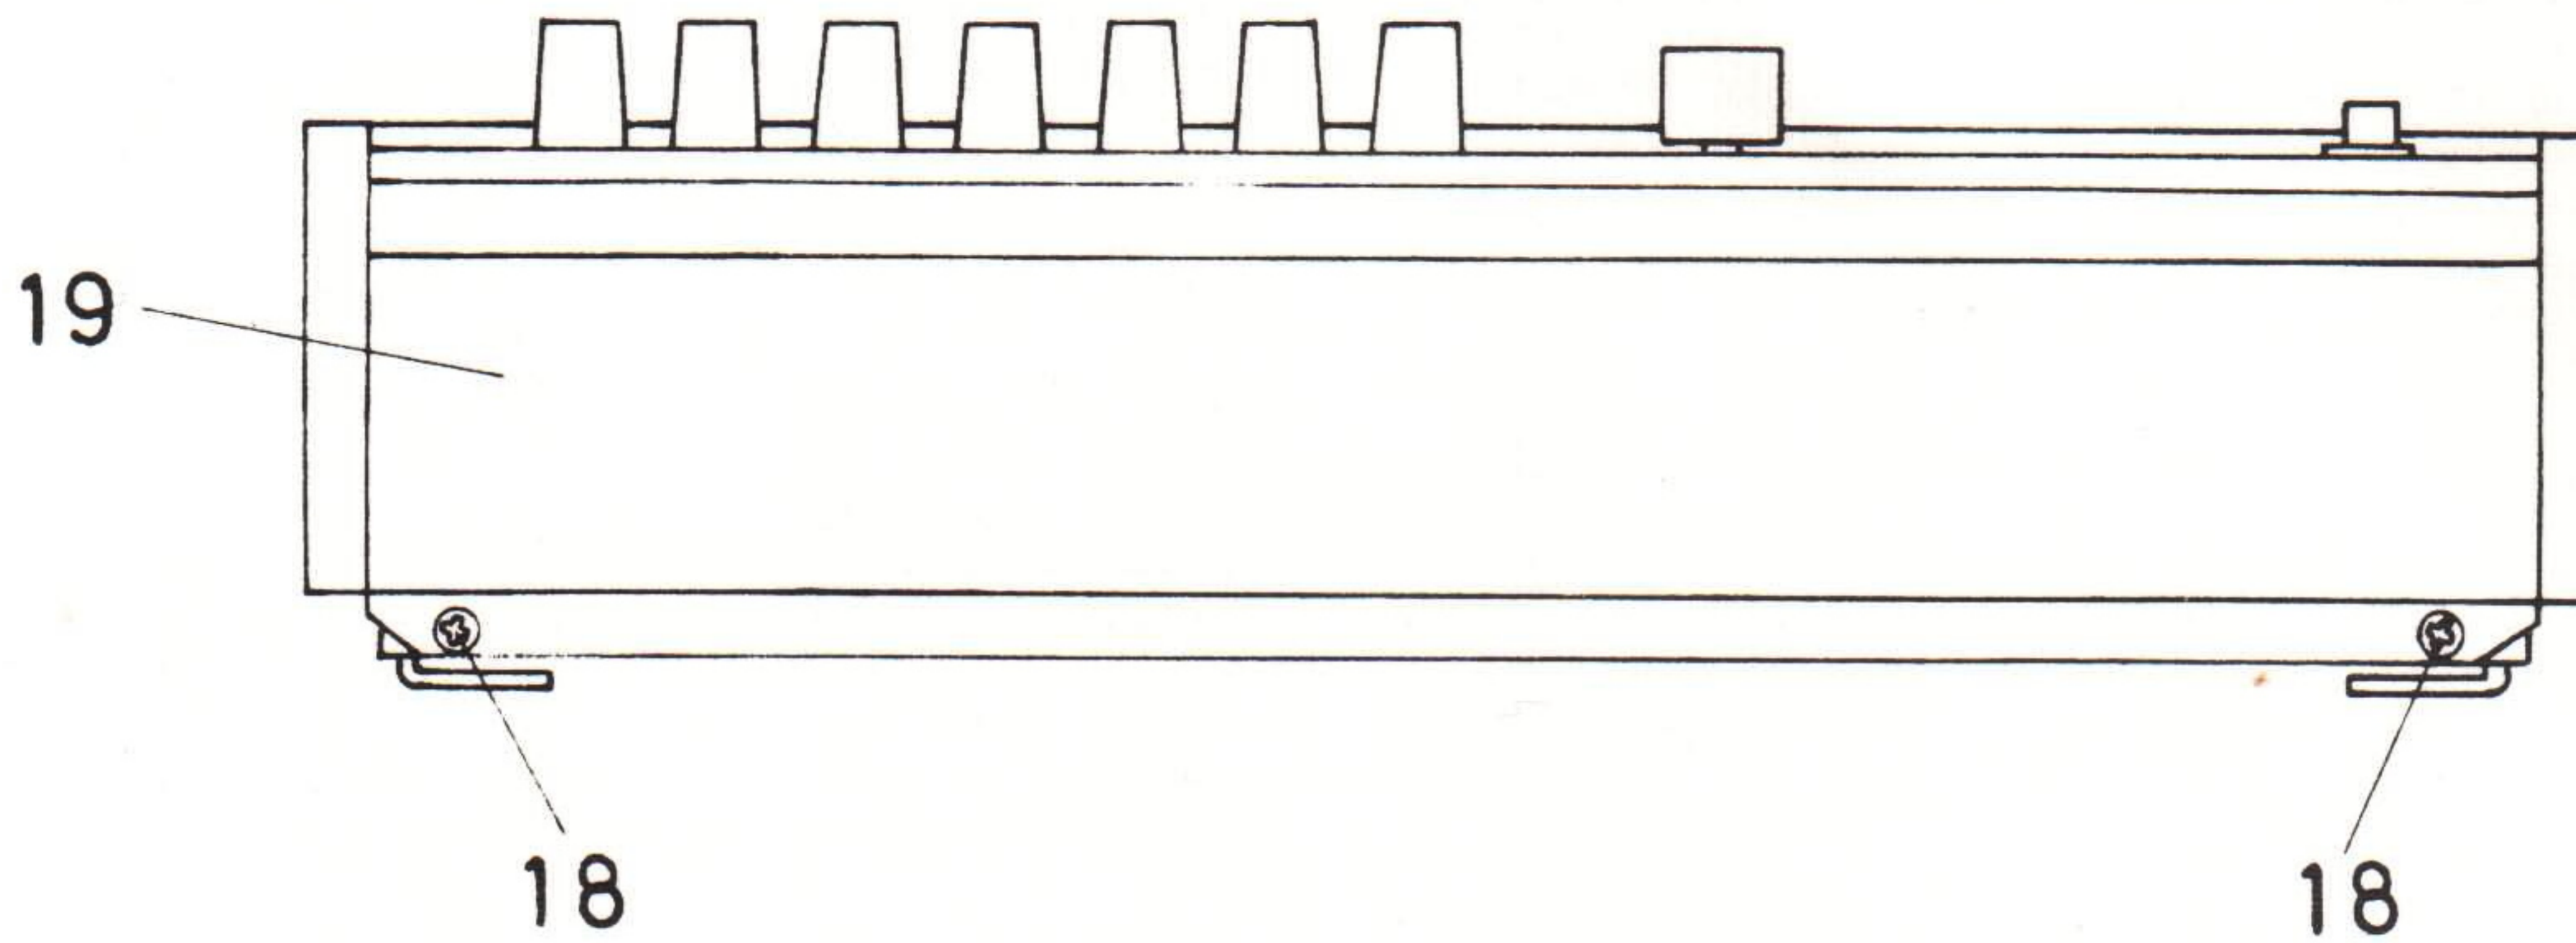

Fig. 3
- 3) Tag bort de två skruvar (18) fig 3, som håller fronten (19) på framsidan.